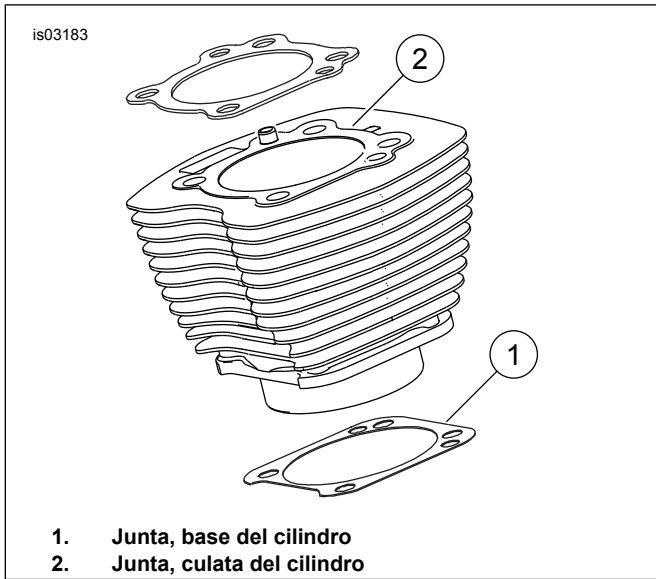

Figura 1. Juntas de los cilindros
Figura 1. La junta de la culata del cilindro de 4.060 pulgadas (1) y la junta de la culata del cilindro (2) eliminan la necesidad de O-rings. No utilice o-rings en los pasadores de localización del cilindro ni en las lumbreras del cilindro.